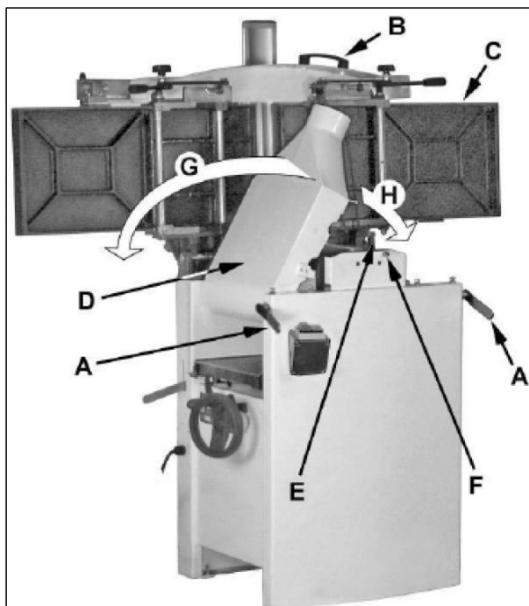
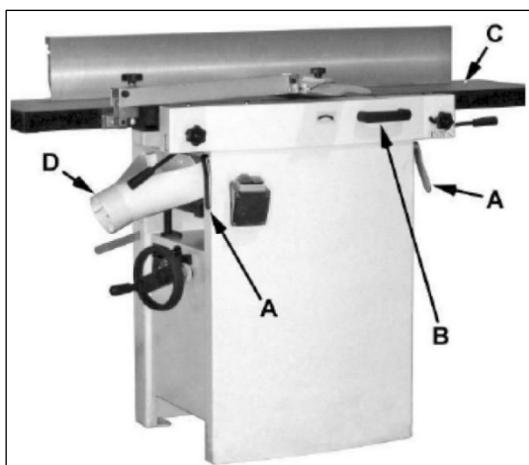

Рисунок 2.
Рисунок 3.
- освободите оба фиксатора А (рис. 2) фуговальных столов к основанию, повернув рукоятки по направлению к оператору, а затем потянув за них по направлению от станка;
При поднятии стол С должен находиться в вертикальном положении, как показано на рис. 2. Зашелка Е должна быть заблокирована, чтобы предотвратить случайное падение стола вперед.
- Потяните за блокирующую ручку F и переместите кожух D для отведения стружки (стрелка G) рис. 3 патрубком влево (рис. 2).